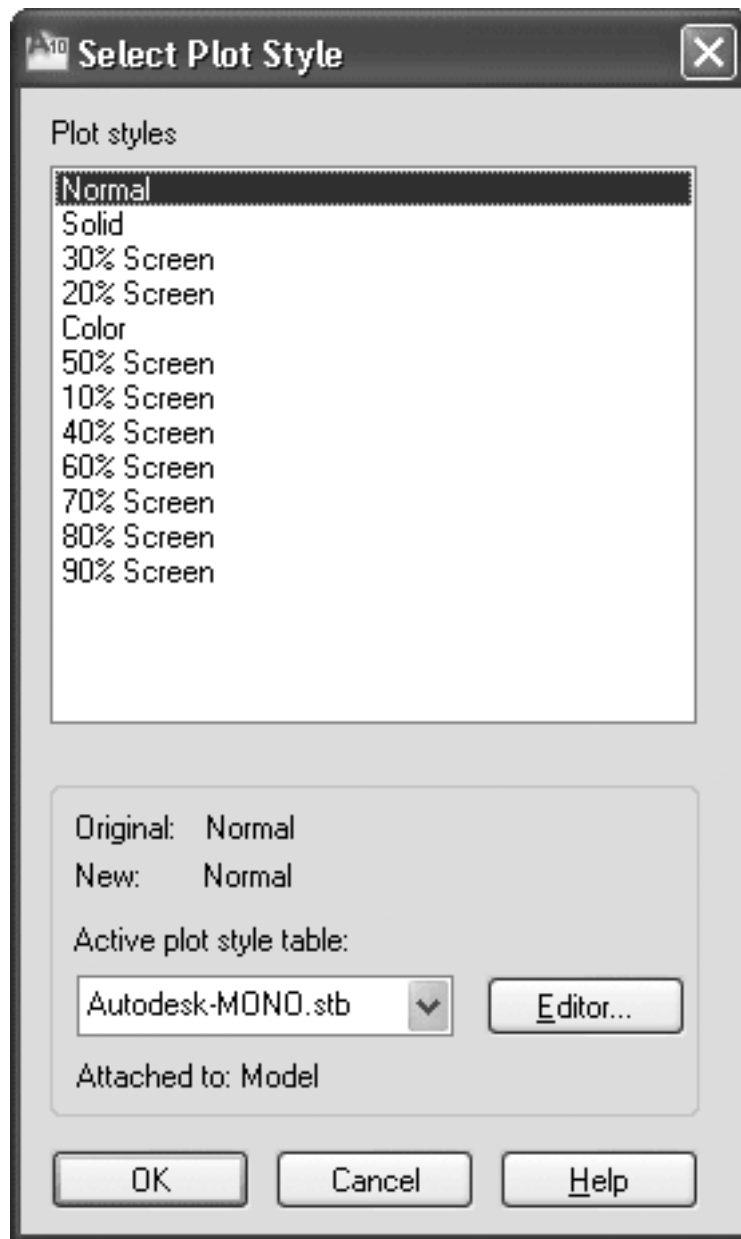

Рис. 8.24. Окно выбора стиля печати
2. Щелкните на значении столбца **Plot Style** (Стиль печати) нужного слоя. На экране появится диалоговое окно **Select Plot Style** (Выбор стиля печати) (рис. 8.24).
2. На открывшейся палитре **Properties** (Свойства) найдите раскрывающийся список **Plot style** (Стиль печати) и выберите в нем элемент **Other** (Другой). Вновь появится диалоговое окно **Select Plot Style** (Выбор стиля печати) (см. рис. 8.24), в котором необходимо определить стиль печати выбранного объекта.